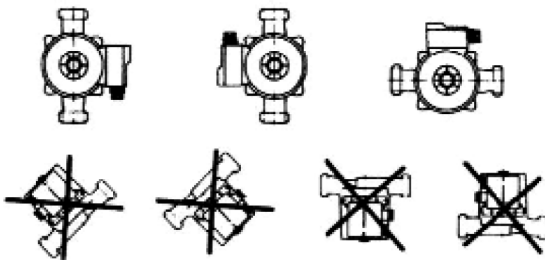

Рис. 1
- ◆ Циркуляционный насос ВСЕГДА устанавливайте так, чтобы обеспечить положение оси вала насоса в горизонтальном положении, а клеммной коробки сверху или сбоку (рис. 1).